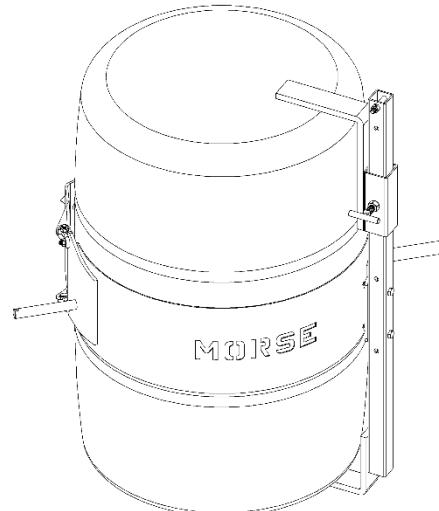

Figura 1
4. Afloje el mango en T y deslice la sujeción hacia abajo hasta que se encuentre con la parte superior del bidón. Apriete el mango en T. (Véase la figura 1).